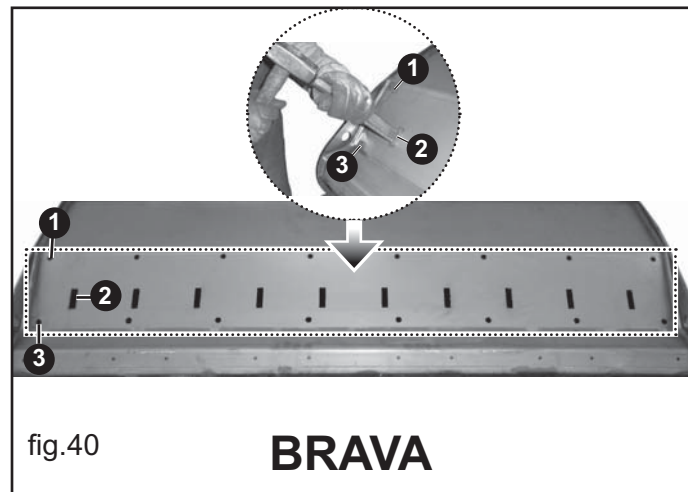

fig.40
- Munirsi degli adeguati utensili: martello e cacciapine/punteruolo. (Vedi fig.40)
- Punzonare i tondi e i fori rettangolari circoscritti dai tratteggi (1-2-3 Vedi fig.40)